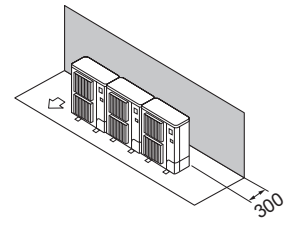

Fig. 2-12
- ① Překážky pouze vzadu (Fig. 2-12)